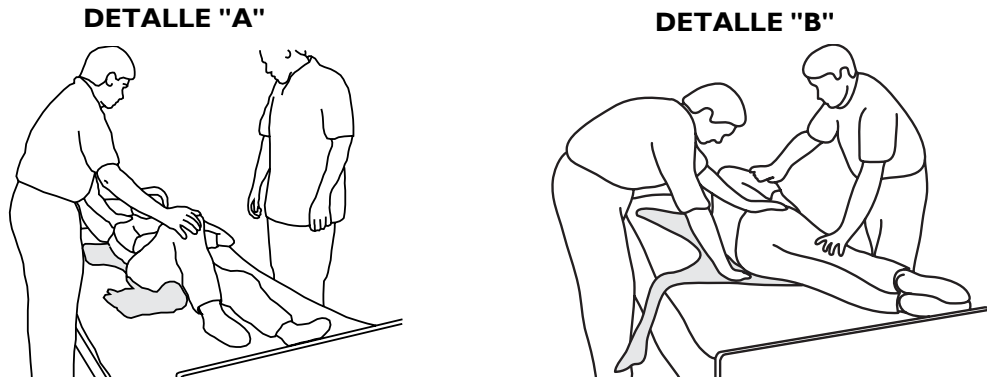
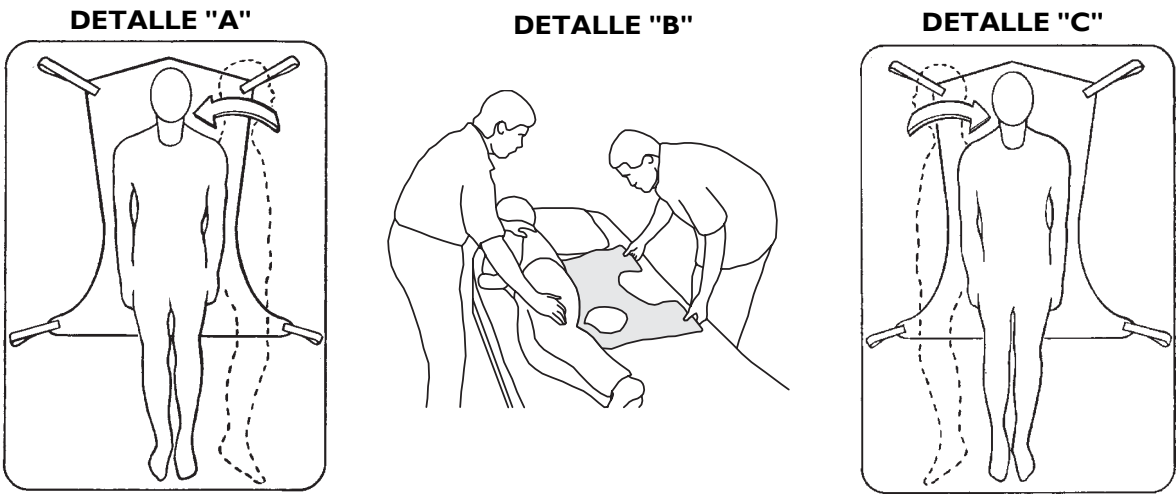

FIGURA 4.4 Girar al paciente hacia un costado
FIGURA 4.5 Girar al paciente hacia el lado opuesto y de espaldas
NOTA: Para este procedimiento, consulte FIGURA 4.4 y FIGURA 4.5 en la página 78.
4. Gire al paciente de costado. Consulte el ejemplo "A" de FIGURA 4.5.
6. Con un asistente a cada lado de la cama y contra el colchón, el asistente del costado derecho de la cama elevará la rodilla izquierda y colocará su mano izquierda en la rodilla elevada y su mano derecha debajo del hombro derecho del paciente, empujando lentamente la rodilla y ayudará a levantar suavemente el hombro del paciente para girarlo de costado. Consulte el ejemplo "B" de FIGURA 4.5.
8. Gire al paciente de espaldas y debe quedar aproximadamente centrado en la sección del cabestrillo. Consulte el ejemplo "C" de FIGURA 4.5.